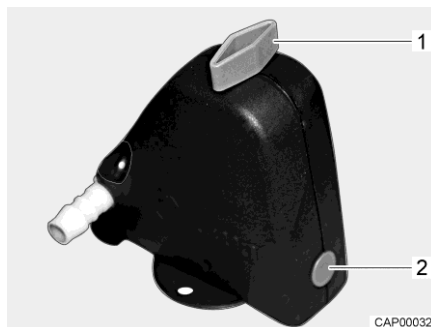
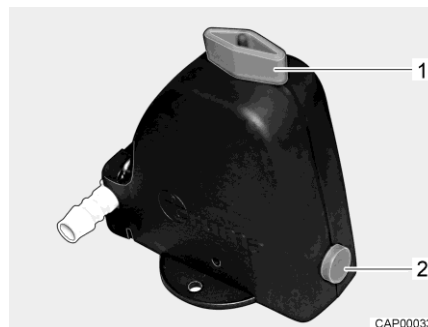

Fig. 157 Valvola di sicurezza/di scarico chiusa
Fig. 158 Valvola di sicurezza/di scarico aperta
- Aprire la valvola di sicurezza/di scarico (Fig. 157). A tal fine ruotare la manopola (Fig. 157,1) nel senso della lunghezza della valvola di sicurezza/di scarico. Il bottone a pressione (Fig. 157,2) scatta all'infuori. La valvola di sicurezza/di scarico aperta è rappresentata in Fig. 158.